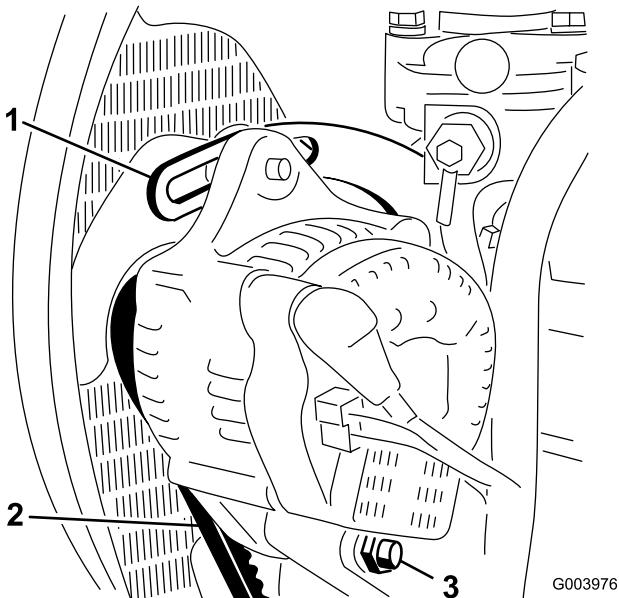

Figura 76
2. Compruebe la tensión de la correa del alternador flexionándola (Figura 76) en el punto intermedio entre las poleas del alternador y del cigüeñal con una fuerza de 10 kg.
- Afloje el perno que fija el tirante al motor (Figura 76), el perno que fija el alternador al tirante y el perno de pivote.